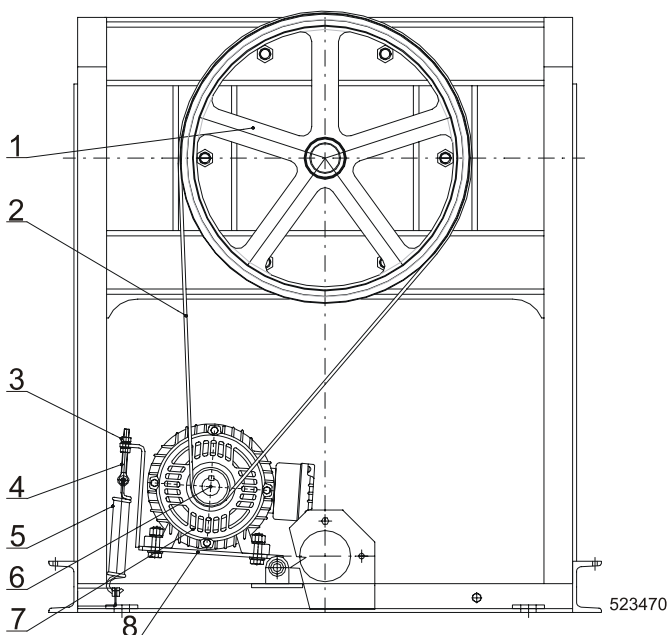

Рис. 5.8.D Клиновый ремень относится к 27 кг / 60 фт
- Ослабить гайку, рис. 5.8.D, поз. 3 на натяжном болте с ушком (4), который закрепляет положение доски двигателя (8).
- Приподнимите доску двигателя вместе с двигателем (8) с помощью монтажного рычага (7). Этим понизите натяжение ремней (2), которые потом можно легко снять.
- Осторожно, пружина (5) должна быть закреплена в раме и в ушке болта (4).
- Монтаж проводится в обратной последовательности. Ременный шкив двигателя (6) и барабана (1) должны быть на одном уровне.
- С помощью затягивания гайки (8) на натяжном болте (9) натяните ремни (2).